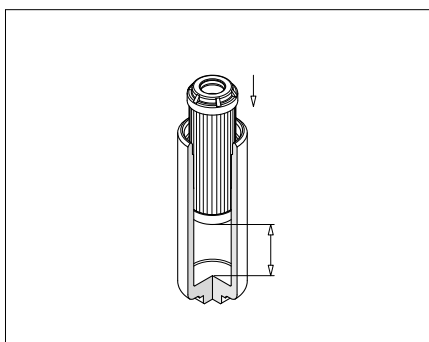

fig. 4
- (Fig. 4) Inserire parzialmente l'elemento filtrante all'interno del contenitore, lasciandolo estratto di circa 50 millimetri per afferrare il cerchietto